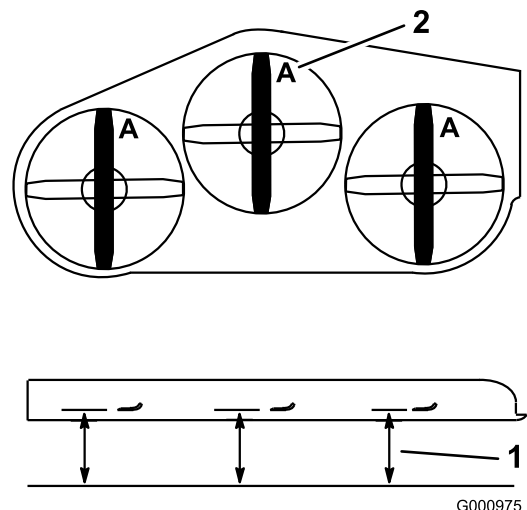

Figura 113
2. Meça desde uma superfície nivelada até à extremidade de corte, posição A, das lâminas (Figura 113).